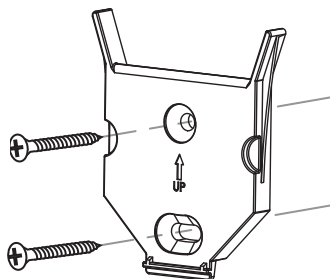

Рис. 2
5. Поместите настенную часть кронштейна обратно на стену и закрепите ее с помощью шурупов для гипсокартона/дерева (А), идущих в комплекте (см. рис. 2). **Не перетягивайте шурупы.** Убедитесь, что кронштейн остался на том же уровне после завершения Вами всех вышеуказанных в части 1А действий.
5. Поместите настенную часть кронштейна обратно на стену и прикрепите ее с помощью шурупов для бетона/кирпича (А), идущих в комплекте (см. рис. 2). **Не перетягивайте шурупы.** Убедитесь, что кронштейн остался на том же уровне после завершения Вами всех вышеуказанных в части 1В действий.